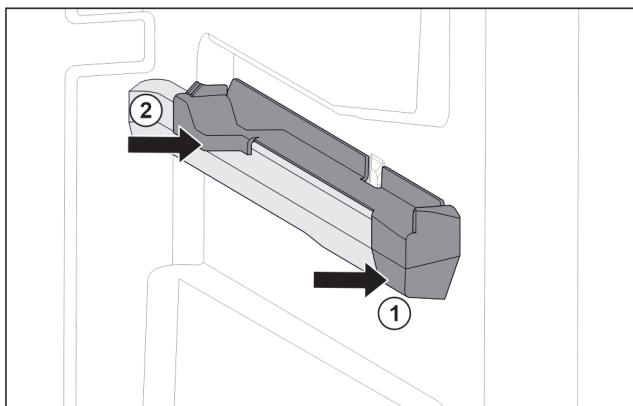

Fig. 80 Наставка върху дясното ребро на съда
- Fig. 80 (1)
- Притиснете наставката отзад. Fig. 80 (2)